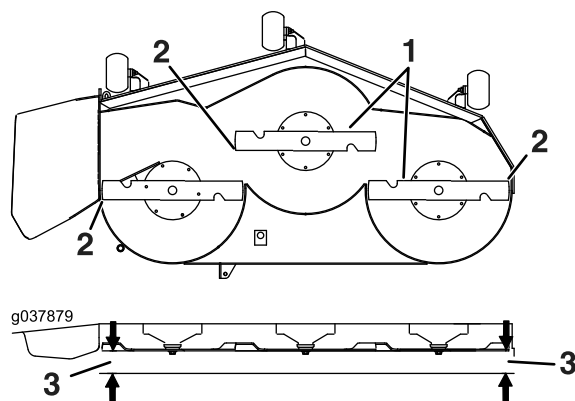

Figure 73
12. Tournez prudemment les lames pour qu'elles soient parallèles dans le sens transversal (Figure 73).